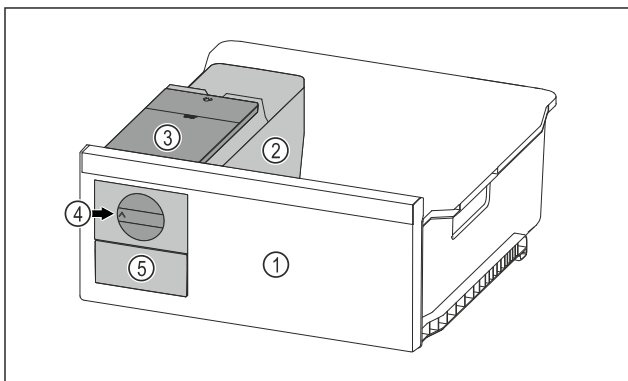

Fig. 155 Primjer izgleda
- ▶ Okrenite okretni gumb Fig. 155 (4) u smjeru kazaljki na satu do graničnika.
- ▷ Kockice leda padaju iz posude za kockice leda u ladicu za kockice leda Fig. 155 (5).